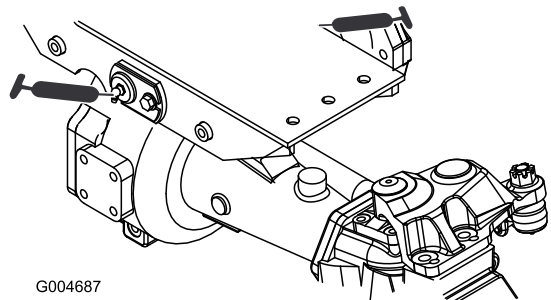

Bild 42
- Zwei Drehbüchsen an der Vorder- und Hinterachse (Bild 42)